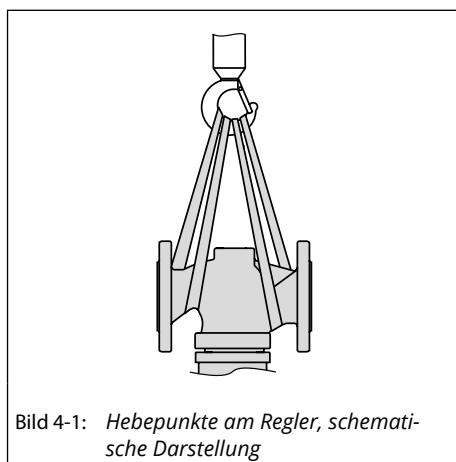

Bild 4-1: Hebepunkte am Regler, schematische Darstellung
- Als Tragmittel einen Haken mit Sicherheitsverschluss verwenden, damit die Anschlagmittel beim Heben und Transportieren nicht vom Haken rutschen können, vgl. Bild 4-1.
1. Je eine Hebeschlinge am Gehäuseflansch und am Tragmittel (z. B. Haken) des Krans oder Gabelstaplers anschlagen, vgl. Bild 4-1.